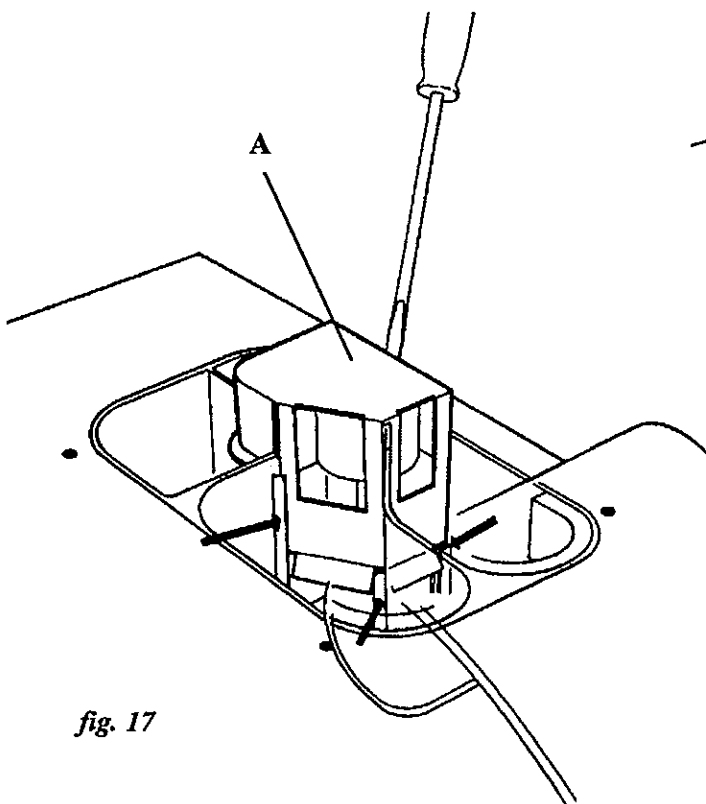

fig. 17
- Open the dispenser cover and remove the top cover (A), refer to (fig. 17), noting its location to correctly re-assemble.
- Re-assemble the dispenser top, ensuring that it is correctly placed (refer to points indicated with arrows (fig. 17)).
- Abrir la tapa del dosificador y desmontar la parte superior (A) según (fig. 17). Tomar nota de su colocación para un correcto montaje posterior.
- Volver a montar la parte superior del dosificador. Prestar atención a su correcta colocación. (ver puntos marcados por flechas (fig. 17)).
- Ouvrir le couvercle du bac de distribution et démonter la partie supérieure (A) suivant la (fig. 17). Prendre note de son emplacement pour le remonter correctement.
- Monter la partie supérieure du bac de distribution. Attention à son emplacement correct (voir points signalés par flèches (fig. 17)).